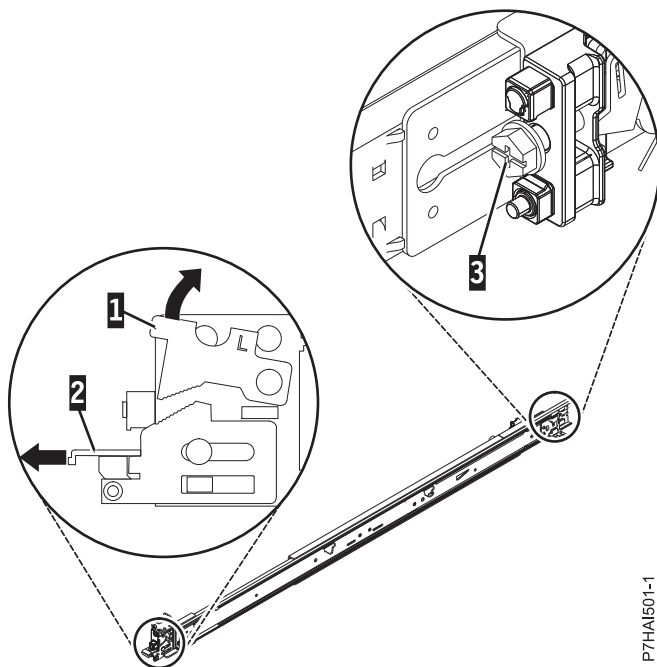

Figura 2. Apertura del pestillo frontal y extracción del tornillo posterior
2. Empuje hacia arriba la pestaña de bloqueo (1) situada en la parte frontal y extraiga el pestillo (2) de la parte frontal del riel. A continuación, extraiga el tornillo de la parte posterior del riel (3). Para obtener más de talles, consulte Figura 2.